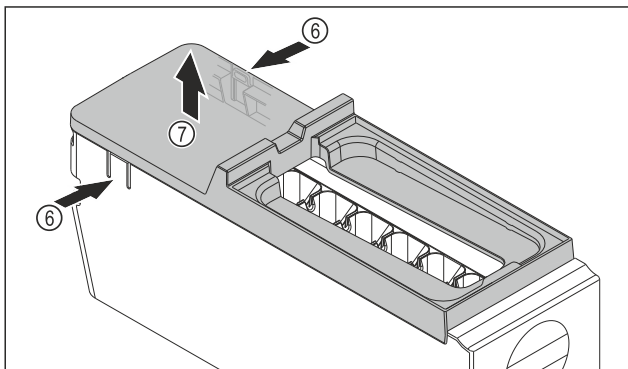

Fig. 197
- Heqja e kapakut mbulues të kutisë EasyTwist-Ice: Shtypni me një dorë gjuhëzat Fig. 197 (6) në të dyja anët e kutisë EasyTwist-Ice.
- Hiqni nga lart kapakun mbulues Fig. 197 (7) me dorën tjetër.